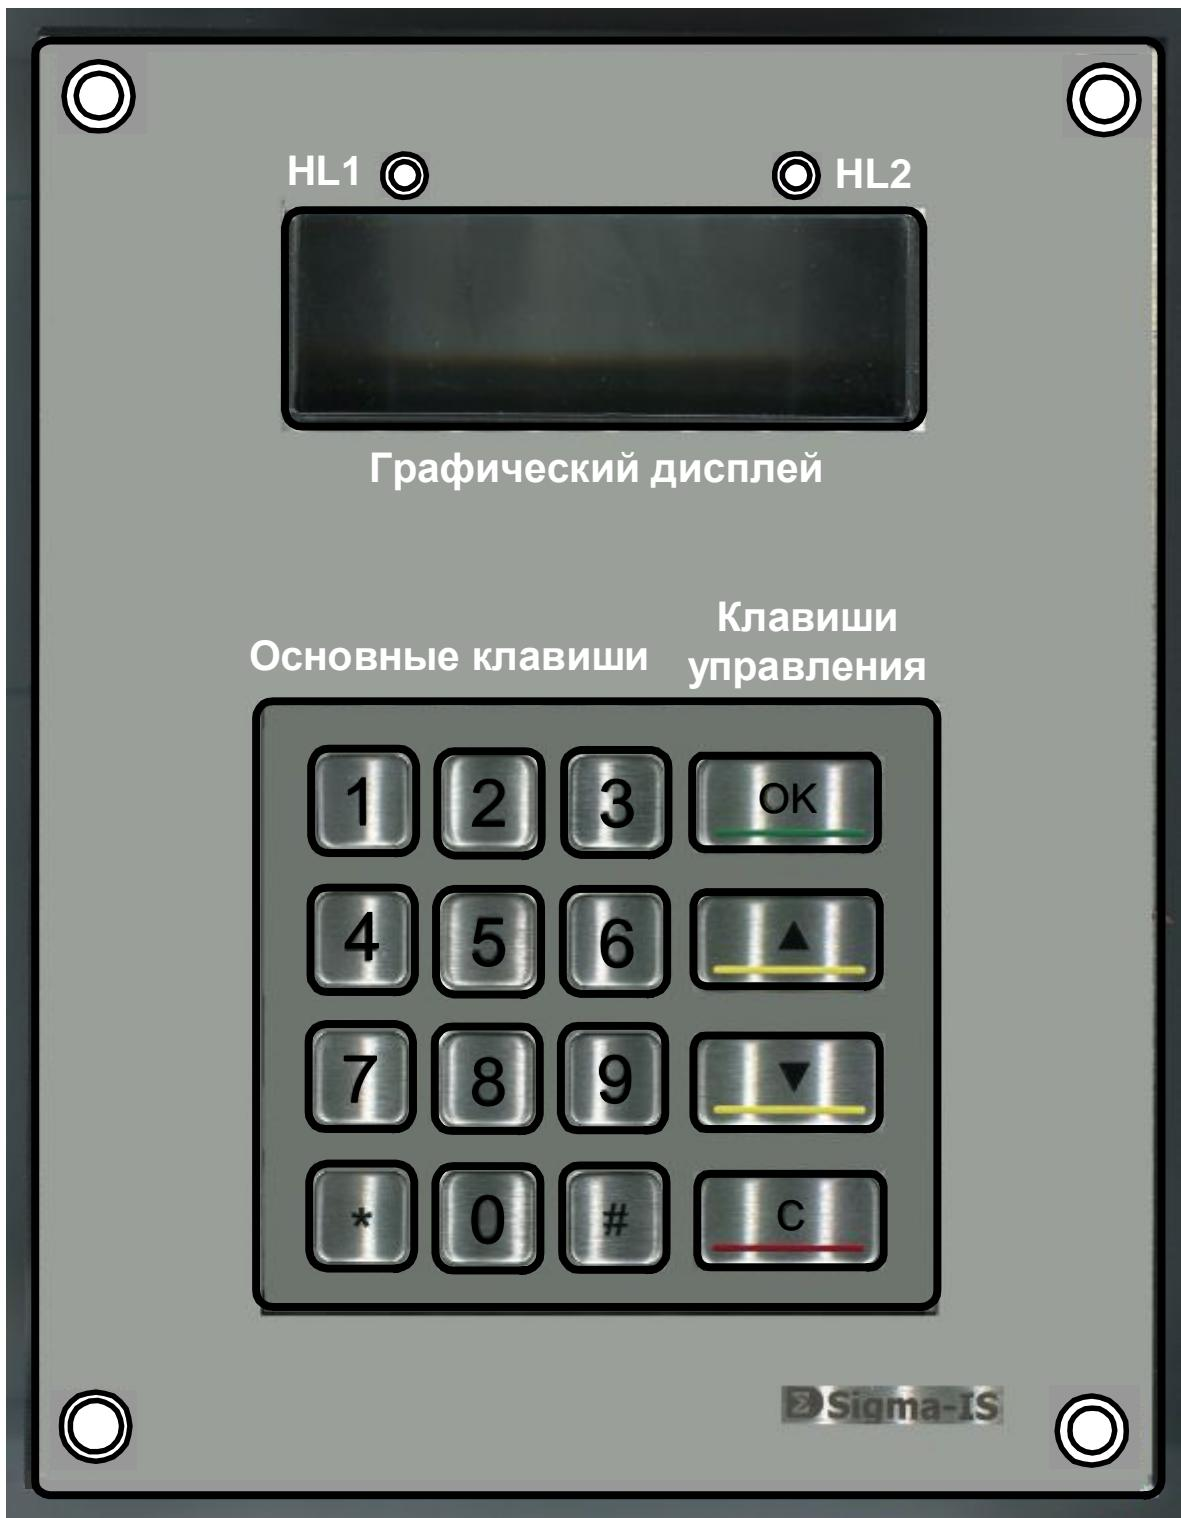
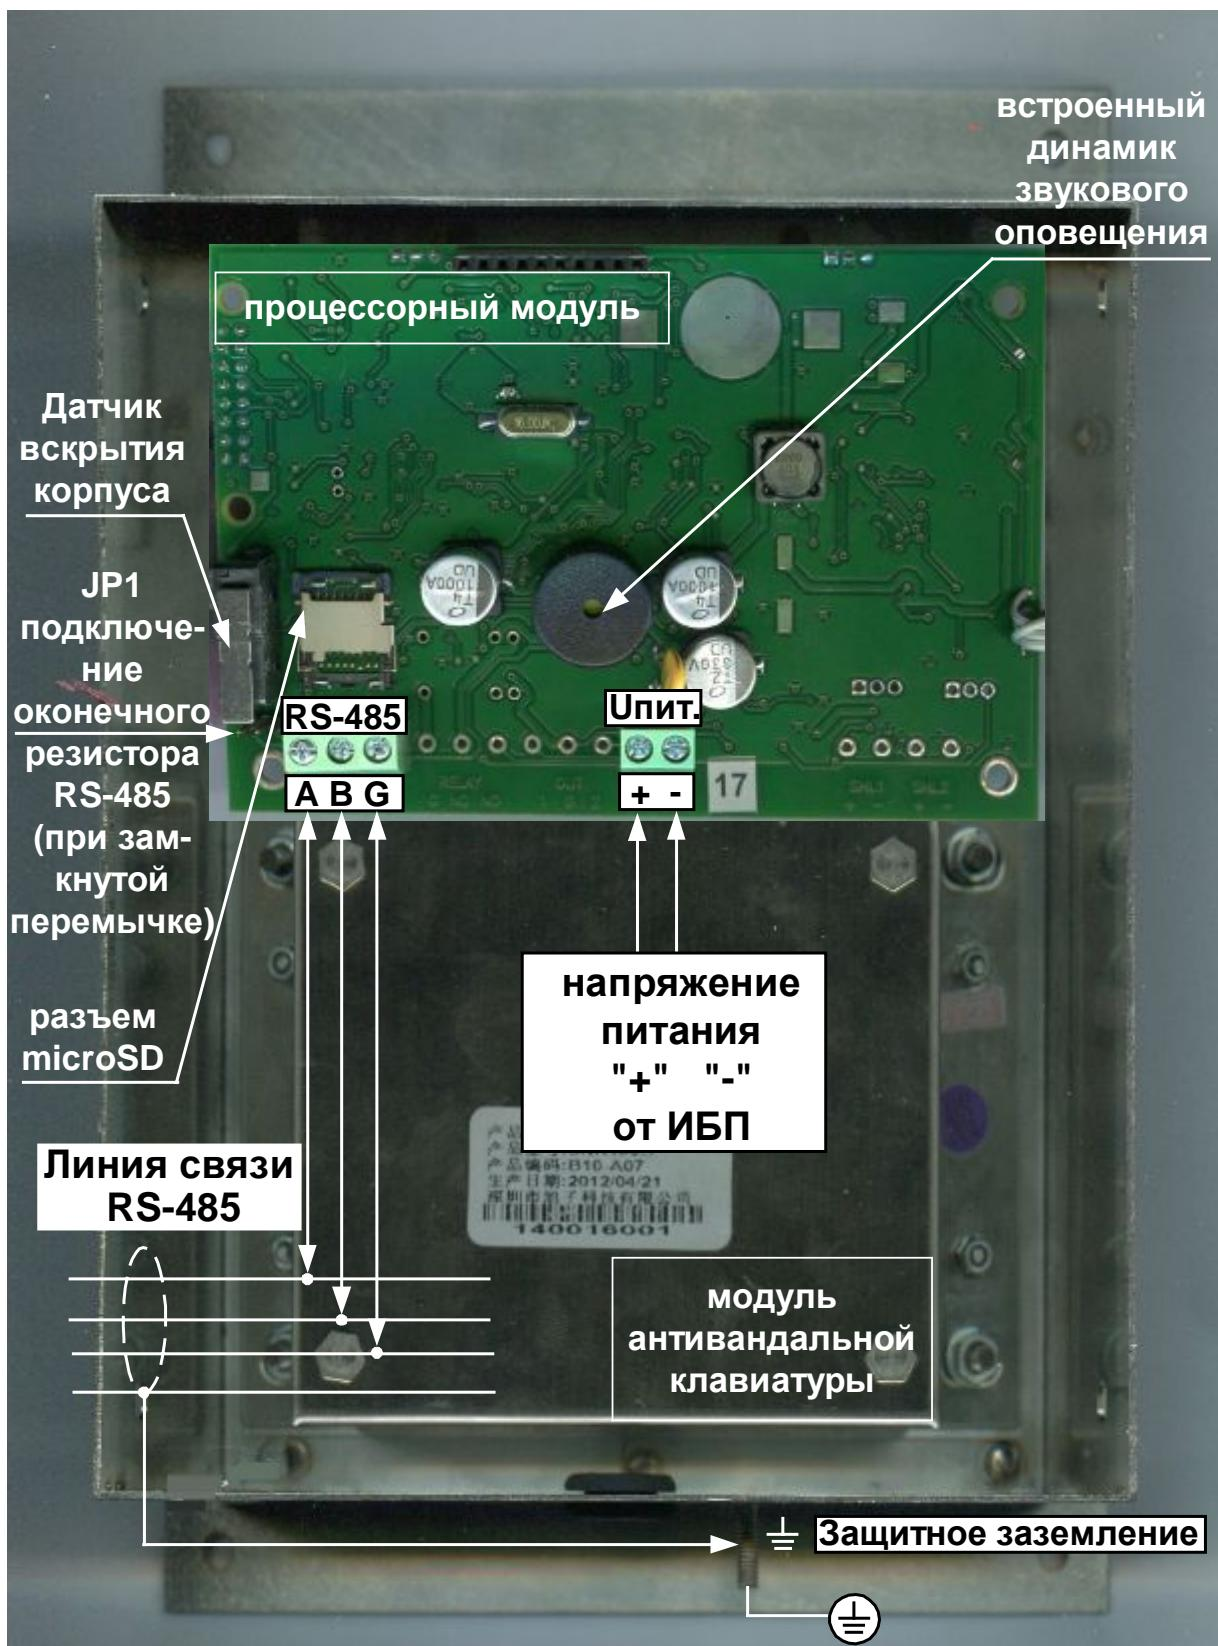
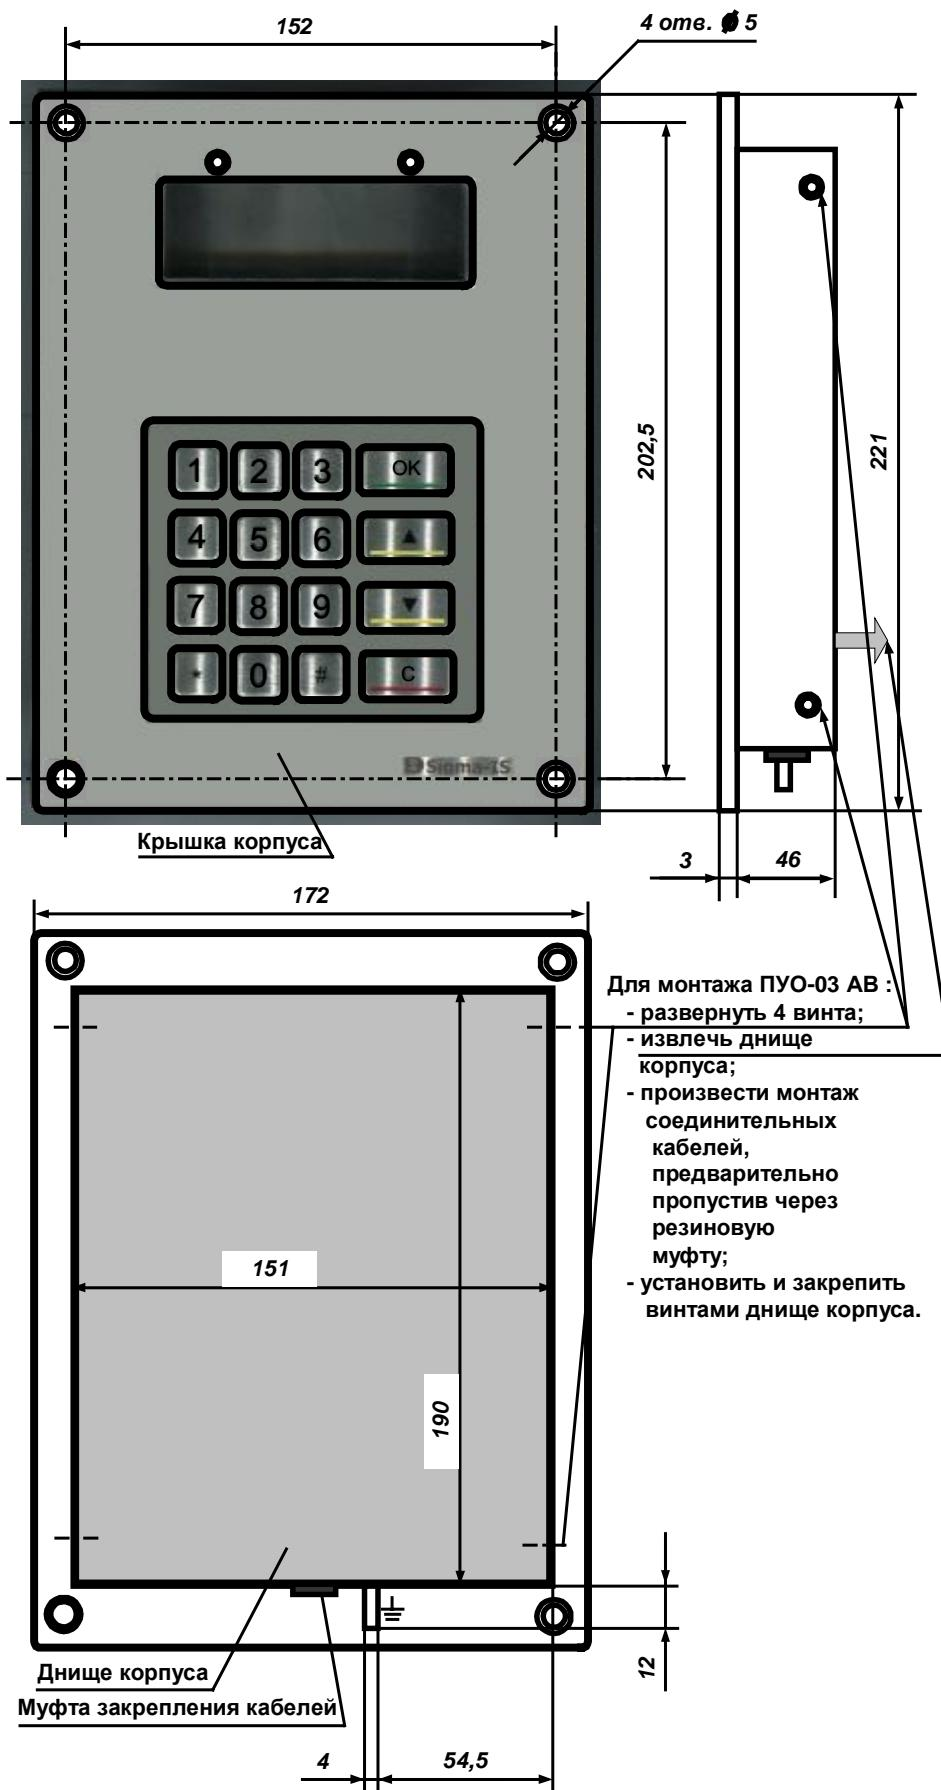

Рис. 1 Внешний вид ПУО
Рис. 2 Расположение элементов, подключение (вид без днища корпуса)
Рис. 3 Конструкция, габаритные и присоединительные размеры
В составе прибора ПУО (Рис. 1, Рис. 2) используется в качестве сетевого устройства и подключается по линии связи к БЦП по интерфейсу RS-485 . Если ПУО является последним устройством в линии RS-485 – необходимо установить перемычку JP1 согласующего резистора (120 Ом).
- ввод данных пользователем с клавиатуры (Рис. 1);
- отображение принятых от пользователя и от БЦП данных на экране дисплея(Рис. 1);
- звуковую и светодиодную индикацию режимов работы с помощью элементов ПУО(HL1, HL2, Рис. 1).
В состав ПУО-03 (Рис. 1, Рис. 2) входят следующие основные функциональные элементы:
- для индикации режимов работы служит светодиодная индикация HL1,HL2, Рис. 1 , см. Табл. 5).
ПУО конструктивно выполнен в металлическом корпусе (Рис. 1,Рис. 2 ,Рис. 3) и состоит из крышки и днища корпуса . Корпус ПУО обеспечивает степень защиты IP20. Днище корпуса соединяется с крышкой 4-мя винтами.
Для доступа к клеммам подключения ПУО необходимо извлечь днище корпуса – см. Рис. 3
Для закрепления ПУО на вертикальной поверхности предусмотрены 4-е отверстия крепления (Рис. 3).
Габаритные и присоединительные размеры ПУО показаны на Рис. 3.
Кабеля питания и линии связи с БЦП при монтаже – пропускаются через резиновую муфту крышке корпуса (Рис. 3).
Подключение ПУО показано на Рис. 2.
Если ПУО является последним устройством в линии связи RS-485, перемычку JP1 (Рис. 2) согласующего сопротивления необходимо замкнуть.
JP1	Подключение оконечного резистора линии связи (при установленной перемычке) – если устройство является последним СУ (Рис. 2).